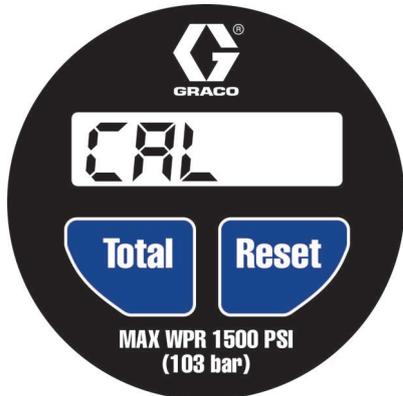

FIG. 7
1. Appuyer sur les boutons **TOTAL** et **RESET** (FIG. 7) simultanément.
3. CAL (étalonnage) apparaît sur l'écran comme illustré FIG. 7. CAL indique que le compteur est prêt pour le mode Étalonnage.